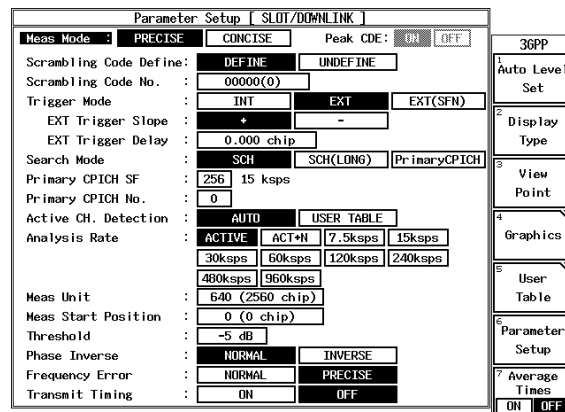

図 6-3 測定パラメータ表示
4. R3267 シリーズを CF:2GHz、RF 入力、DOWN LINK 測定に設定し、パラメータを図 6-3 のように設定し、*DC CAL*、*AUTO LEVEL* を実行します。